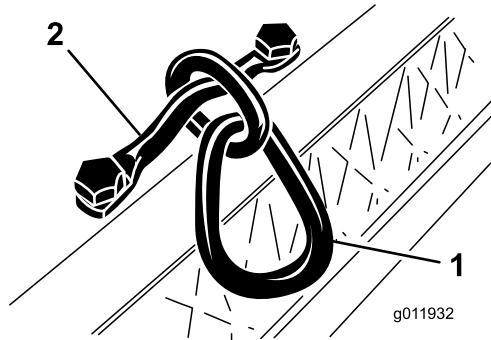

Figura 5
Instale o elo da corrente na parte superior da unidade de corte com suporte de montagem e (2) parafusos. Aperte os parafusos a um binário de 34-41 Nm. Extremidade grande do elo para encaixar na suspensão da unidade de tracção (Figura 5).